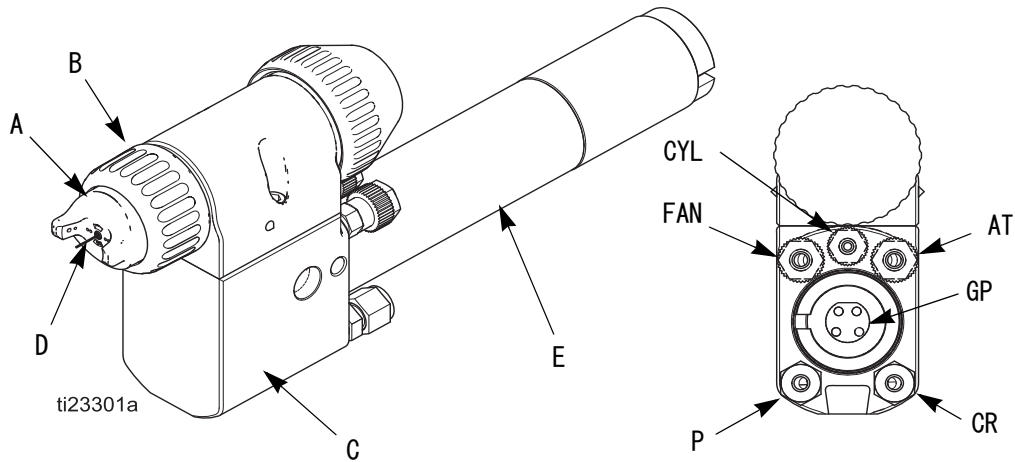

図 1 リアマウントでのガンの概要
自動静電エアスプレーガンの動作は、従来式のエアスプレーガンとよく似ています。エアキャップ (A) から噴霧化エアとファンエアが噴出します。図 1、8 ページを参照してください。
コントローラーが電源 (E) に電力を送ると、電圧はコントローラーで設定されたレベルまで上がります。静電気はマニホールド (C) に送り込まれ、ガンの電極 (D) に導かれます。流体はスプレーガンの電極により電気を帯びます。帯電した流体は、最も近くにある接地された物体に引き付けられ、その表面全体を覆い、均等にコーティングします。図 1、8 ページを参照してください。